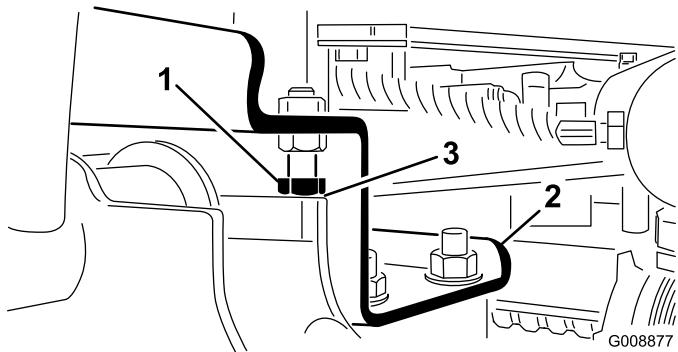

図 12
A. ストップボルトを戻す（図 12）。
2. 各昇降アームとストップボルトとの隙間が 0.13~1.02 mm の間にあるかどうか点検する（図 12）。この範囲になければストップボルトを調整する。